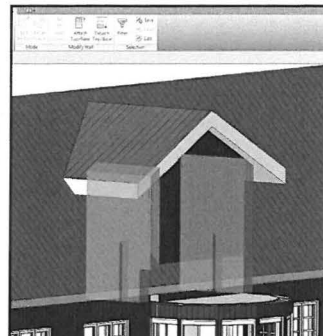

Fig. 09.132. Marker væggene.
- Gør flunkvæggene lidt længere (Fig. 09.132). Gå igen i 3D i *Project Browseren* og marker begge vægge (Fig. 09.132).
- Klik *Attach Top/Base* (Fig. 09.132).